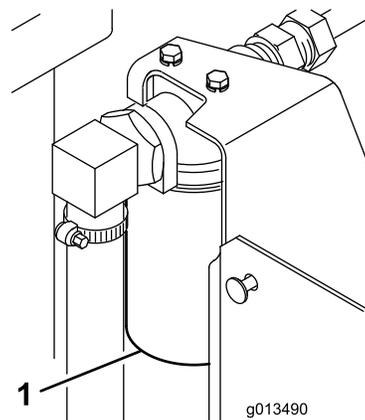

Figure 30
4. Nettoyez la surface autour du filtre à huile hydraulique (Figure 30). Déposez le filtre par le fond du logement et laissez l'huile s'écouler dans un bac de vidange. Utilisez une clé à filtre spéciale. Débarrassez-vous du filtre à huile de la manière appropriée.